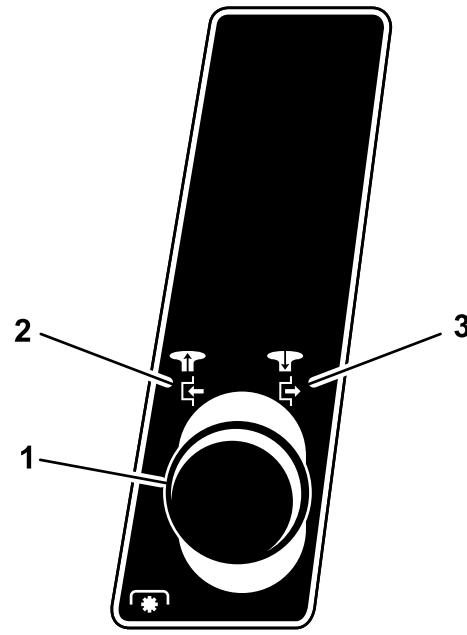

Bild 6
2. Ziehen Sie das ZWA-Handrad heraus in die Ausgekuppelt-Stellung (Bild 6).